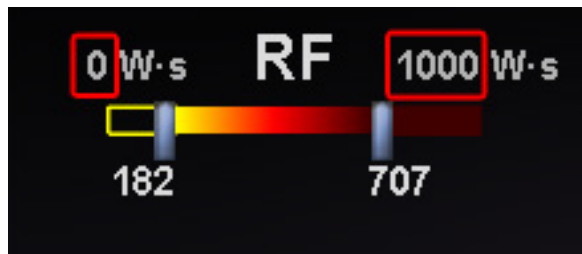

Figure 167. Valeurs en W·s modifiées indiquées par des rectangles rouges
3. Voir sur la **Figure 167** un exemple de modification manuelle.
En plus de modifier manuellement l'affichage de la plage, il est aussi possible de tirer la barre à chaque extrémité de l'affichage du gradient pour modifier le gradient des couleurs au sein de la plage définie. Par exemple, sur la **Figure 167**, il est possible de cliquer sur la barre sur **12** ou sur **317** et de faire glisser vers un nombre inférieur ou supérieur.